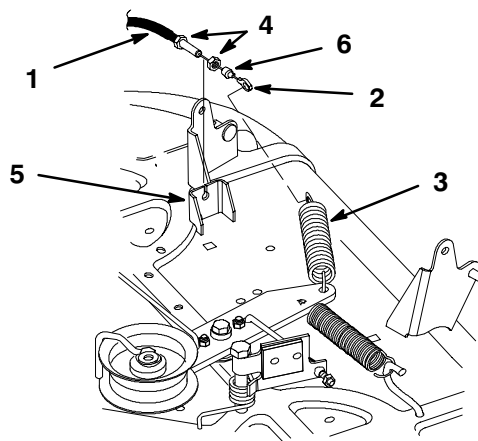

Figure 47
- Enlevez la bague en caoutchouc et le premier contre-écrou. Vissez complètement le deuxième contre-écrou sur le câble de PdF. Passez le câble dans la fente du support du plateau, puis vissez le second contre-écrou sur le câble (Fig. 47).
- Accrochez l'extrémité du câble de PdF au ressort de galet tendeur (Fig. 47).